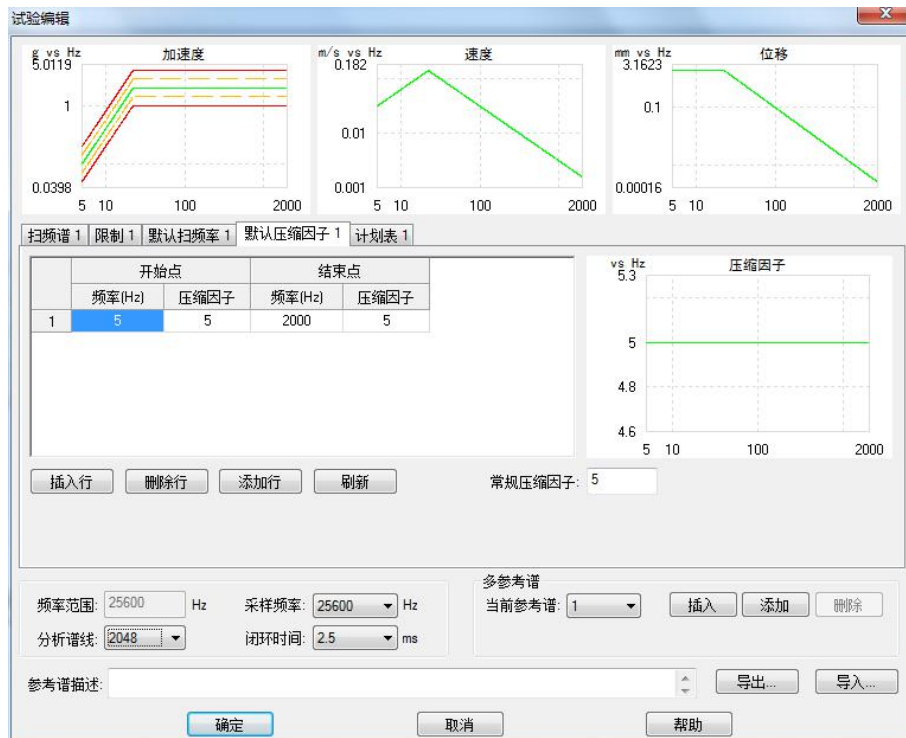

图 11-10
(7) 在“试验编辑”对话框中，选择“压缩因子 1”选项，设置压缩因子，如图 11-10 所示。本案例中压缩因子选择默认设置 5。